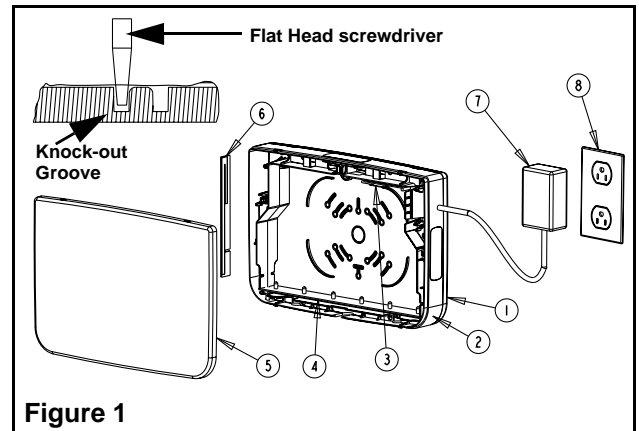
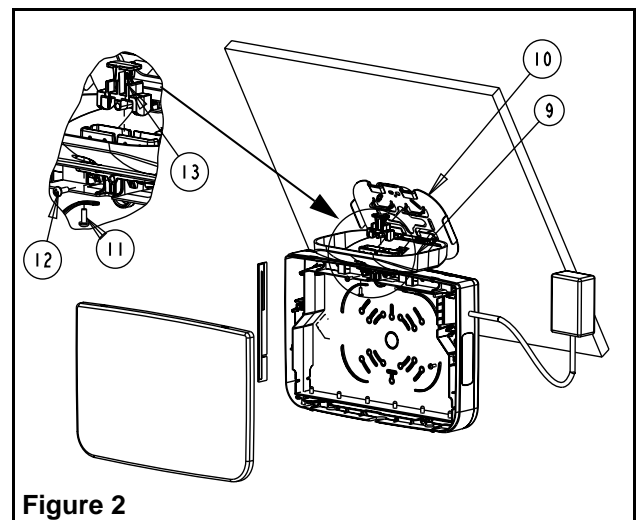

Figure 1
Figure 2
- a. No canopy required. You may use the available knock-outs to facilitate the installation. If so, with the help of a flat head screwdriver, knock out the hole pattern in the back cover to mount it to the wall (see Fig. 1).
- a. Canopy required. Remove top hole plug. Remove the canopy lock(13) (if supplied). Snap canopy on top of frame(2) (see Fig. 2). Re-install the canopy lock (if supplied). Screw canopy to frame. In the case where a canopy lock is supplied, you may refrain from screwing the canopy to the frame. However, for applications having a greater risk of exposure to abnormal impacts, we suggest to always use the canopy housing screw(12) (Fig. 1 and 2).
- b. Slide ribs on canopy into designated notches on the spider plate (see Fig. 2). Secure the canopy to the ceiling using the canopy screw provided(12).
5. Ensure the antenna is installed vertically as shown (6).
- a. Aucun socle n'est requis. Pour faciliter l'installation, utiliser un tournevis à tête plate et découper les trous appropriés sur la plaque arrière (1), afin d'obtenir le patron nécessaire à l'installation du boîtier (voir fig. 1).
- a. Socle requis. Retirer le bouchon d'obturation du trou du dessus. Retirer la clé de blocage du socle (si fournie). Fixer le socle au boîtier(2) dans le trou libéré (voir fig. 2). Embouter la clé de blocage(13) dans le socle (si fournie). Sécursifier l'assemblage avec la vis de fixation du socle. Dans le cas où une clé de blocage du socle est fournie, s'abstenir de sécuriser l'assemblage avec la vis. Cependant, pour des utilisations présentant un plus grand risque d'exposition à des impacts anormaux, il est suggéré de toujours sécuriser le socle au boîtier à l'aide de la vis de fixation du socle.
- b. Accrocher l'unité et enfiler les ailes du socle dans les détails en "pont" sur la plaque de fixation (voir fig. 2). Sécursifier le socle au plafond avec la vis de montage sur plaque (voir fig. 12).
5. S'assurer que l'antenne est installée verticalement telle que montrée à la figure 1 (6).